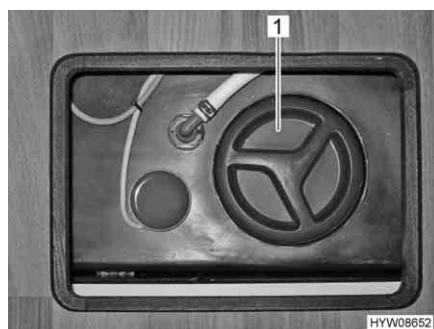

Fig. 191 Apertura per la pulizia (serbatoio delle acque grigie)
- A questo scopo aprire l'apertura per la pulizia (Fig. 191,1) per il serbatoio delle acque grigie e il rubinetto di scarico.